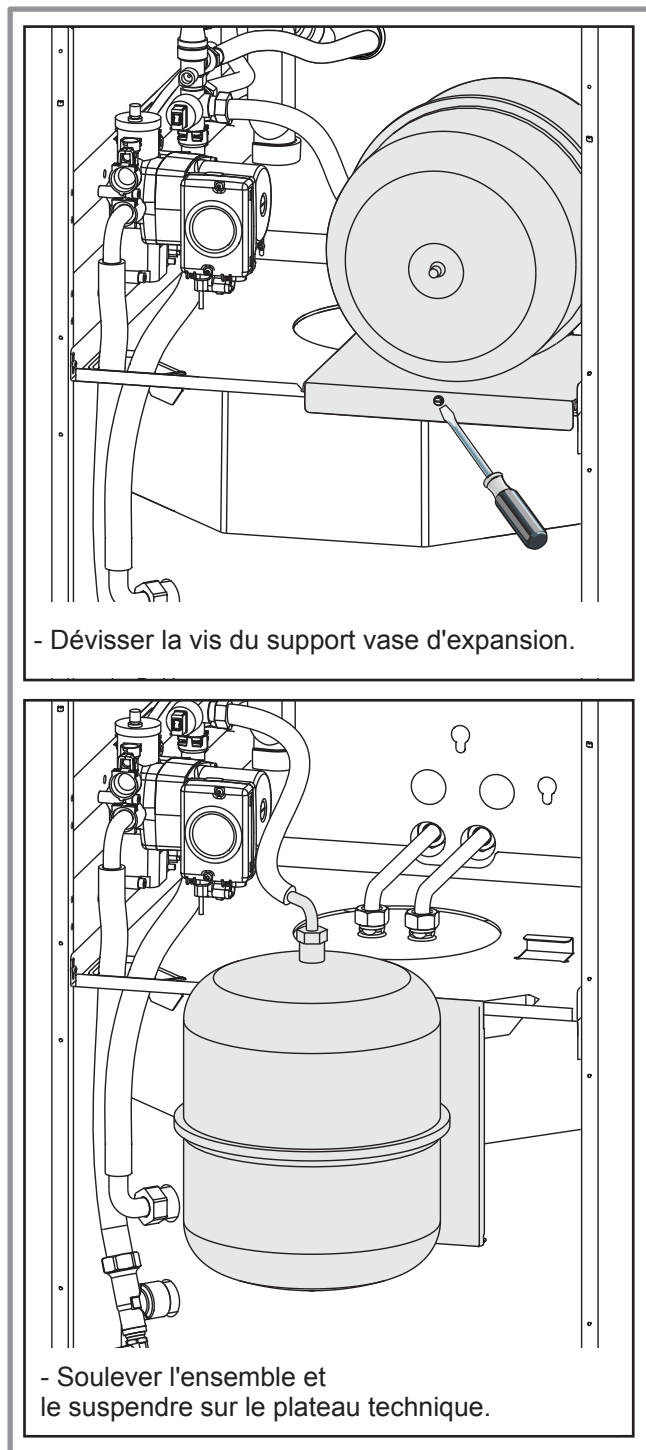

figure 44 - Accès au plateau technique (perfinox condens duo)
- Déplacer le vase d'expansion (*figure 44*).